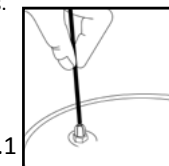
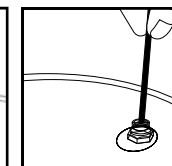

Fig.1
Fig.2
1 -CHEMINÉE (12): Retirez la soupape tournante (11) du couvercle et vérifiez, par l'intérieur du couvercle, que l'orifice de la cheminée est complètement propre. Si ce n'est pas le cas, nettoyez-le avec une tige fine. (Fig.1)
2 -SOUPAPE DE SÉCURITÉ (13) : Vérifiez qu'elle fonctionne correctement en pressant le boulon de la soupape avec une tige, par l'intérieur du couvercle. S'il cède, la soupape fonctionne bien. (Fig.2)
Pour laver le couvercle, nettoyer l'orifice de la cheminée avec une tige fine (Fig.1) et la soupape de sécurité en pressant le boulon avec une tige (Fig.2). Appliquer ensuite un fort jet d'eau.
Voir si la cheminée est sale. Si c'est le cas, la nettoyer avec une tige (Fig.1).